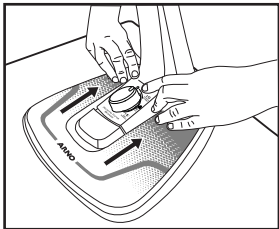

Figura 5
• Para desmontar a base da coluna, em uma mesa segura, faça o movimento inverso. Apoie as mãos na base e, com uma leve pressão com os dois dedos indicadores, puxe a coluna para trás. (figura 5)